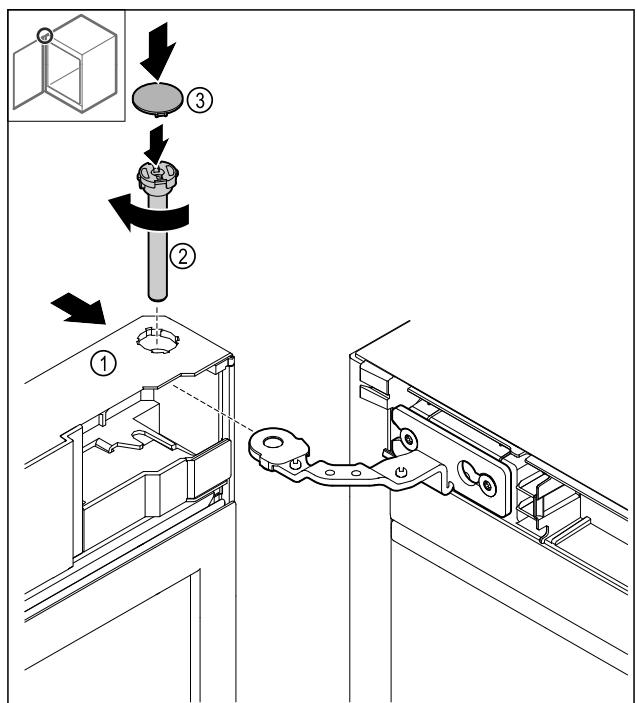

Fig. 43
- Nasuňte dvere Fig. 43 (1) hore na záves.
- Zastrčte čap Fig. 43 (2) a utiahnite ho v smere hodinových ručičiek.
- Nasadte kryt Fig. 43 (4).